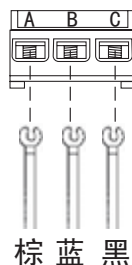

图15
- 将连接电缆按不同颜色的线牢固的固定到接线盖板相对应的位置，紧固力矩（5kgf.cm）。（如图15）